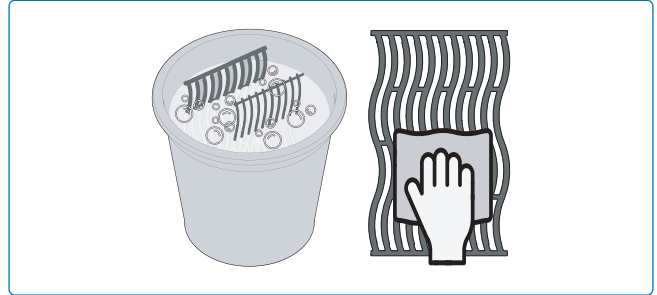

Fig. 17
2. Rincez-les à l'eau chaude et séchez-les soigneusement à l'aide d'un chiffon doux pour éviter qu'elles ne rouillent (**Fig. 17**).